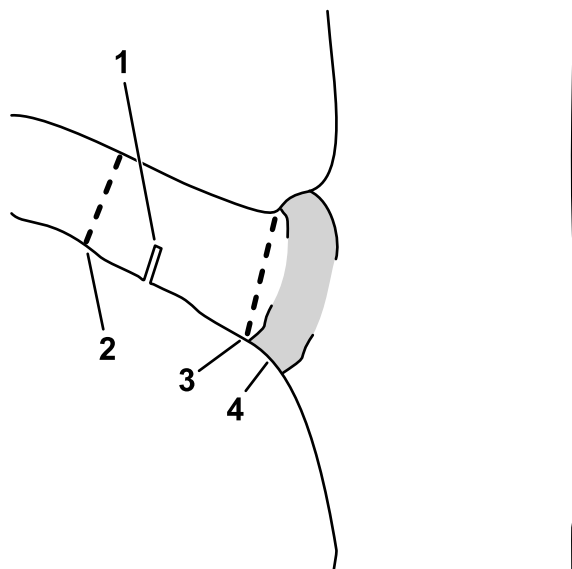

Figura 13
- Tagliate il moncone del ramo all'altezza del collare (Figura 13).